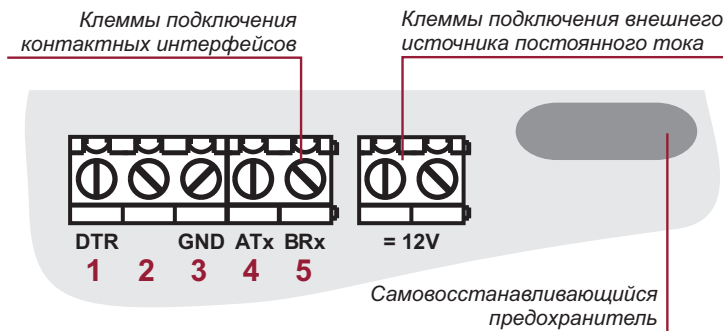

Рисунок 2 – Расположение клеммных соединителей на плате электронного модуля
- клеммные соединители – предназначены для подключения контактных интерфейсов и внешнего источника постоянного тока (см. рис. 2).
3. Подключить к клеммным соединителям (рисунок 2) провода линий связи контактных интерфейсов: